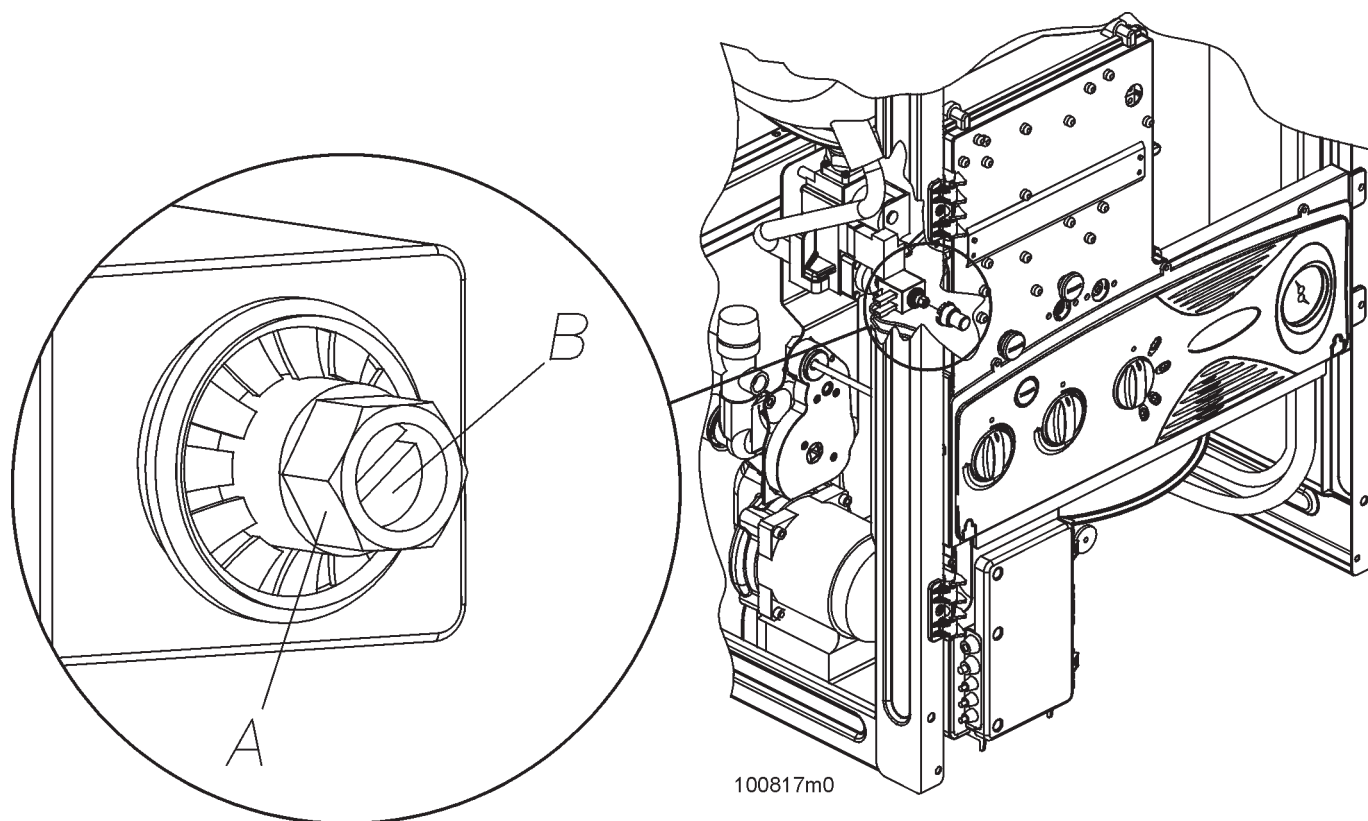

Figura 41 - Regolatori della potenza massima "A" e minima "B"
- agire sul regolatore "A" (vedi figura 41) per regolare la pressione e quindi ristabilire le condizioni di funzionamento nominale;
Una volta eseguita la regolazione rimontare tutto come in origine, avendo cura di sigillare con vernice rossa o sistemi analoghi il regolatore "A" di figura 41.
- svitare di un giro la vite "B" di cui alla figura 41: 3°C prima che la caldaia raggiunga la temperatura di regolazione del corpo caldaia, vedremo la pressione al manometro, abbassarsi;
- se non si abbassa svitare di un altro giro la vite "B" di cui alla figura 41, attendere che si accenda il bruciatore e che la temperatura del corpo caldaia ritorni a 3°C dalla temperatura di consegna.